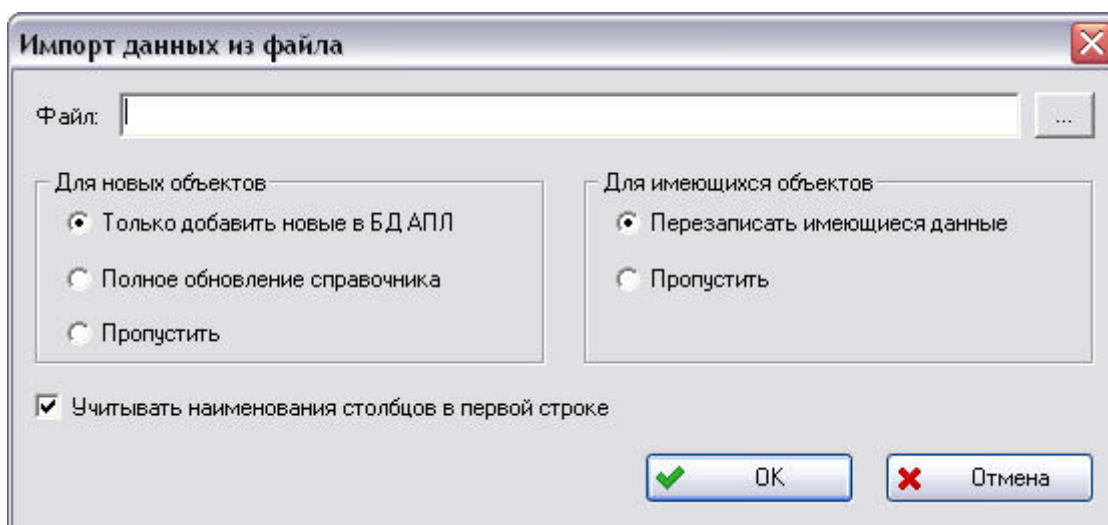

Рис. 3-12
1. Нажмите на кнопку **Загрузить из файла** в соответствующей области. В результате откроется окно **Импорт данных из файла** (рис. 3-12).